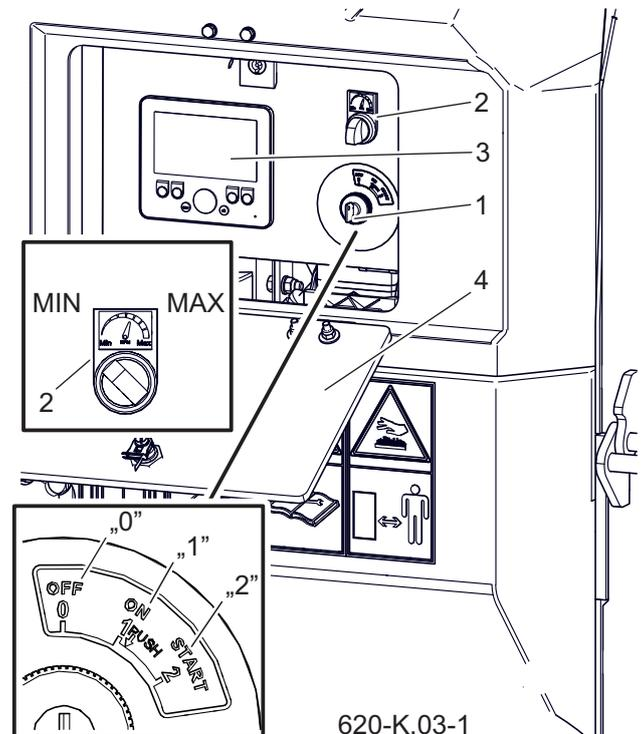

Abbildung 7.3 Starten des Motors
- Öffnen Sie die Abdeckung (4) des Bedienfelds (3). Stecken Sie den Zündschlüssel (1) in das Zündschloss - Abbildung 7.3.
- Drehen Sie den Schlüssel (1) in die